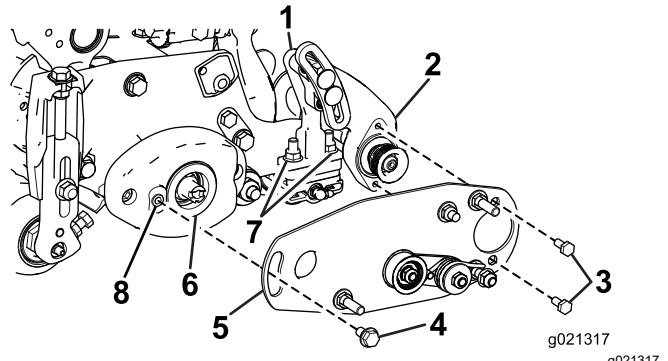

図 9
2. 5/16-18 タップを使って、ねじ部分についているペイントを除去し、ショルダーボルトが取り付けられるようにする図 9。
3. ベアリングハウジングのグロメットの内側にグリスを塗る図 9。
4. ローラブラシベアリングハウジングをローラブラシ取り付けブラケットに固定しているボルトをゆるめる 但し外さないこと図 9。
5. ローラブラシピボットプレートを 図 9 のように下側にアイドラプーリを取り付けられるように向きを確認する。
6. ローラブラシピボットプレートを、ローラブラシベアリングハウジングに整列させる図 9。
7. ボルト $5/16 \times 5\frac{1}{8}$ " 2本に 242 ロクタイト青を塗り、これらを使ってブラシプレートをローラブラシ用ベアリングハウジングに取り付ける図 9。ボルトを $20-25 \text{ N}\cdot\text{m} 3.7-4.6 \text{ kg.m} = 15-19 \text{ ft-lb}$ にトルク締めする。
- A. ローラブラシ取り付けブラケットをカッティングユニットのサイドプレートに固定しているフランジナット2個をゆるめる図 9。
- B. ブラシプレートがカッティングユニットユニットのサイドプレートに平行になるまでローラブラシベアリングハウジングを回転させる図 9。
- C. ローラブラシ取り付けブラケットをカッティングユニットのサイドプレートに固定しているフランジナット2個を締め込む図 9。
4. ショルダーボルトにロックタイト242青を塗布する図 9。
5. ショルダーボルトを使って、ブラシプレートをローラブラシハウジングに取り付ける図 9。